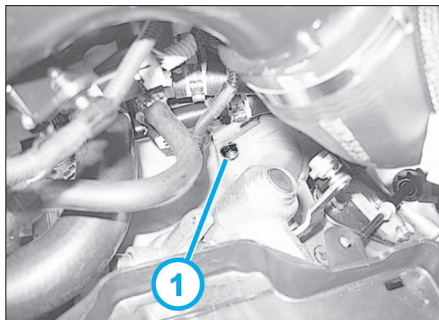

Fig. 10
- Déposer la vis supérieure (1) du démarreur (Fig.10).